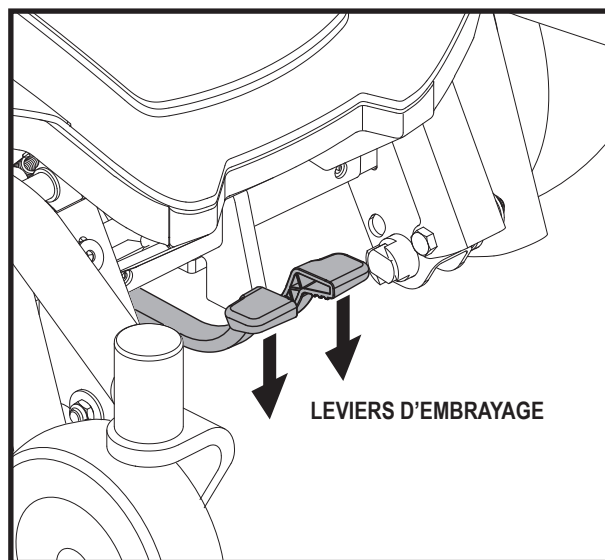

Figure 5. Mode « roues libres » (débrayé)
3. Poussez les deux leviers vers le bas pour débrayer les moteurs. **Voir la figure 5.**